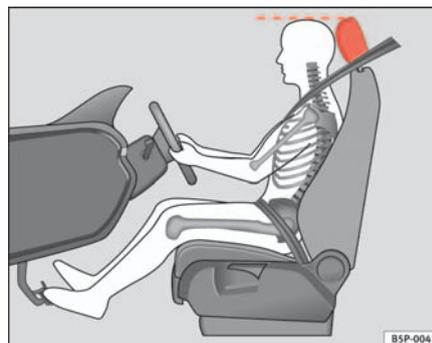

Fig. 2 Corretto posizionamento del poggiatesta del conducente
- Regolare il poggiatesta portando il suo bordo superiore alla stessa altezza della parte superiore della testa ⇒ **fig. 2**.